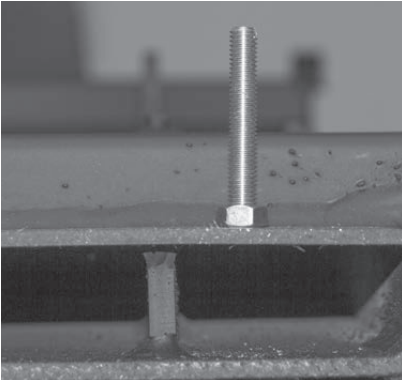
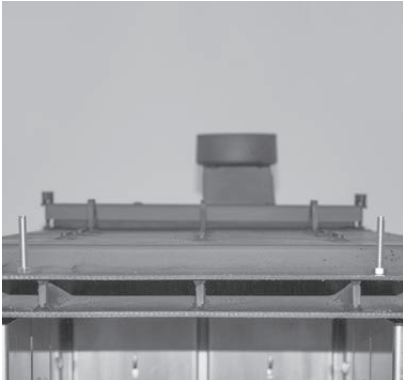

Fig. 31 Montare 2 aste filettate per il pannello di comando e bloccarle con il dado
Fig. 32 2 aste filettate montate
- ▶ Avvitare 2 perni filettati M8x60 per il pannello di comando alla caldaia in basso a filo sopra gli sportelli di riscaldamento e fissarli con il dado M8 – Fig. 31, Fig. 32.